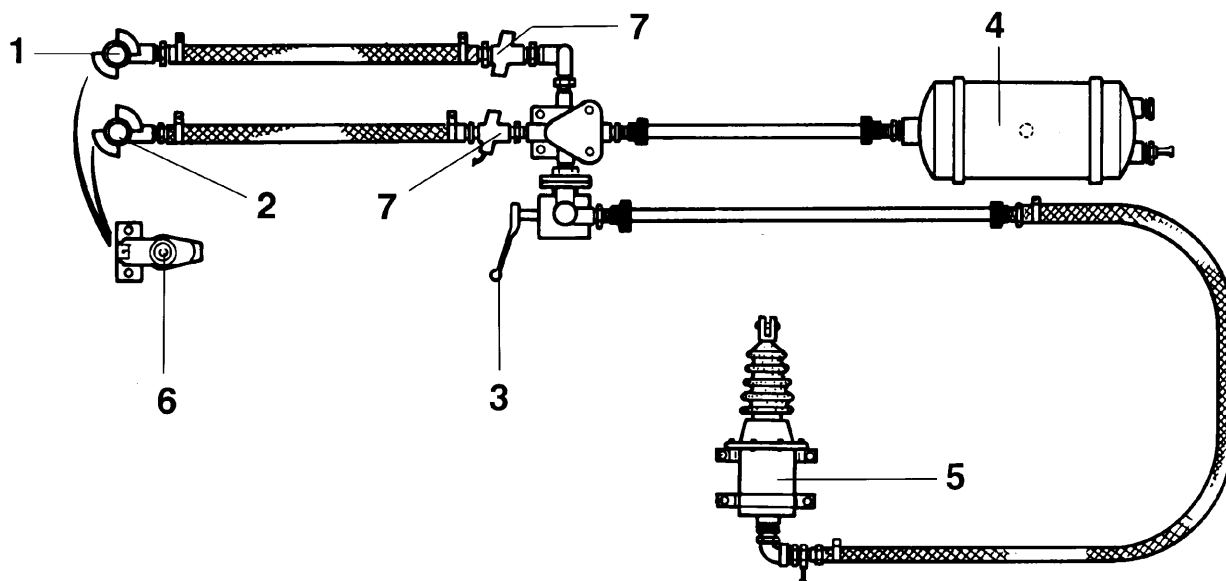

Рис. 63
2. Перед подсоединением проверьте чистоту соединительных головок и следите за правильной установкой! Соединительная головка (Рис. 63/1) для тормозной магистрали маркирована желтым цветом. Соединительная головка (Рис. 63/2) для питающей магистрали маркирована красным цветом.
4. Положение рукоятки (Рис. 63/3)
5. Если требуется, удалите влагу из ресивера (Рис. 63/4)!
7. Проверьте ход поршня тормозного цилиндра! Ход поршня тормозного цилиндра (Рис. 63/5) должен использовать только две трети, в противном случае проводите регулировку тормозов! Замените пыльники!
8. После отсоединения закройте соединительные головки или установите в пустые соединительные муфты (Рис. 63/6) на **ZG-B!**
1. Проверяйте и чистите патроны фильтров в трубопроводе (Рис. 63/7)!